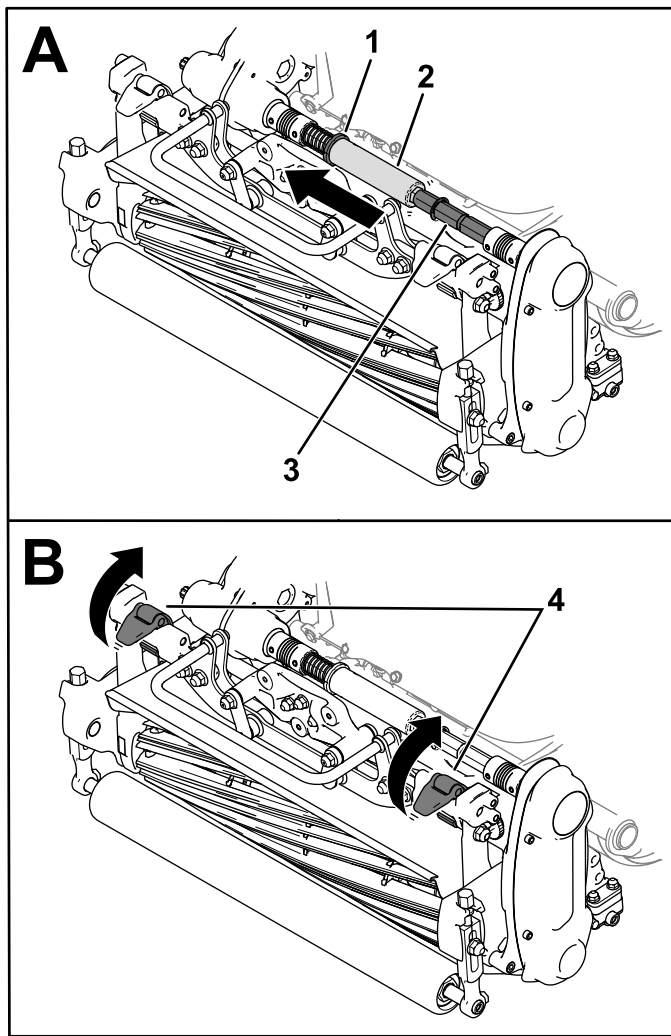

図 39
3. カラー **図 39** をトランスミッションシャフトの溝に入れる。
4. カッティングユニットのカップラのシャフトから六角チューブを外す **図 39**。
5. サスペンションラッチを上げてカッティングユニットとマシンの接続を解除する図 39。